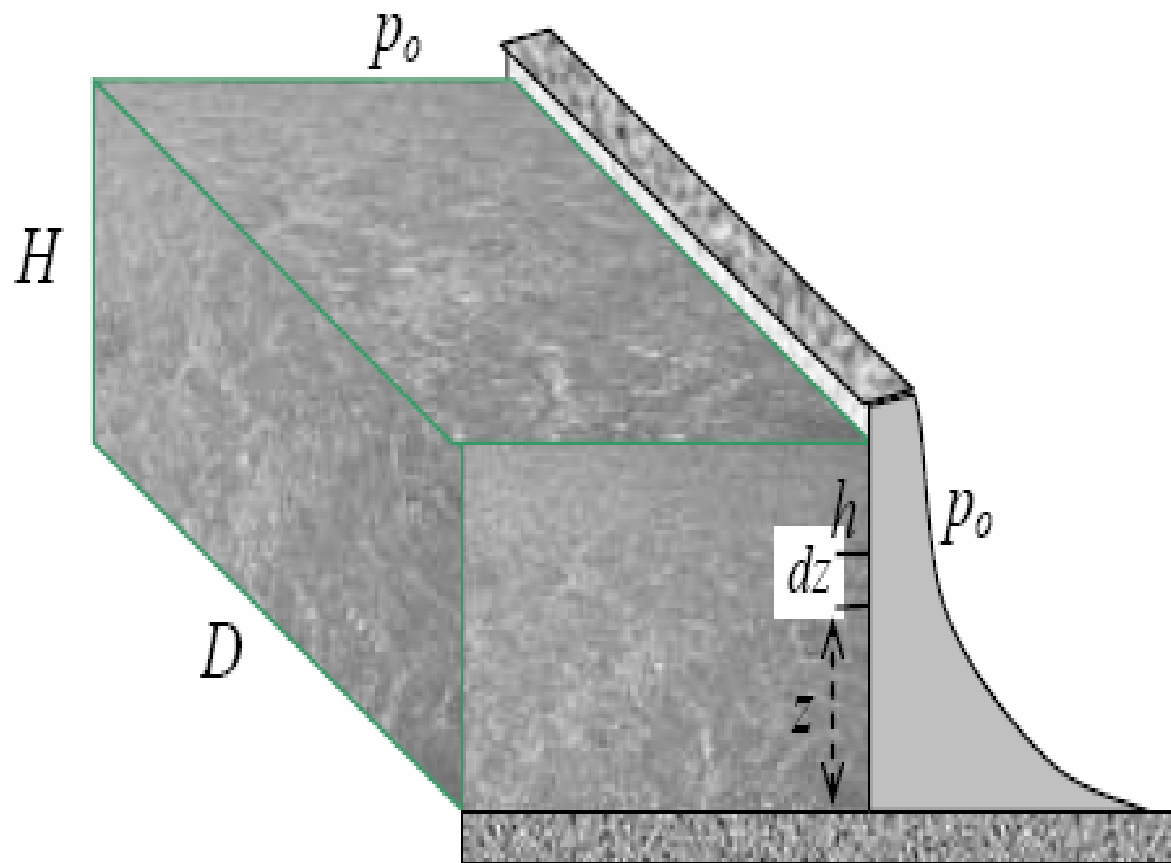

Figura 10.5. Esquema de una represa.
*Ejemplo 10.1. Calcular la fuerza resultante ejercida por el agua sobre una represa de profundidad  $H$  y de ancho  $D$ , que se muestra en la figura 10.5.*